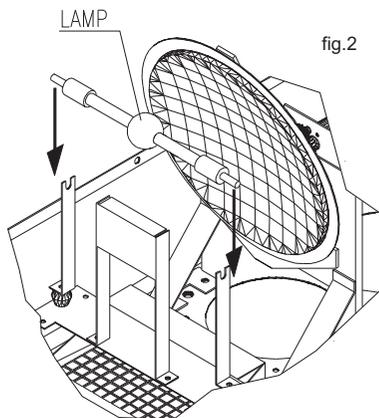

fig.2
3) Fissare saldamente la lampada al portalampada avvitandone a fondo i pomoli di bloccaggio (fig.2);